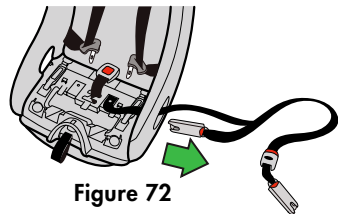

Figure 72
- Tirez la ceinture d'ancrage DUA et les connecteurs inférieurs hors du côté droit du chemin de ceinture pour la position orientation vers l'arrière, tel qu'illustré dans la **Figure 72**.